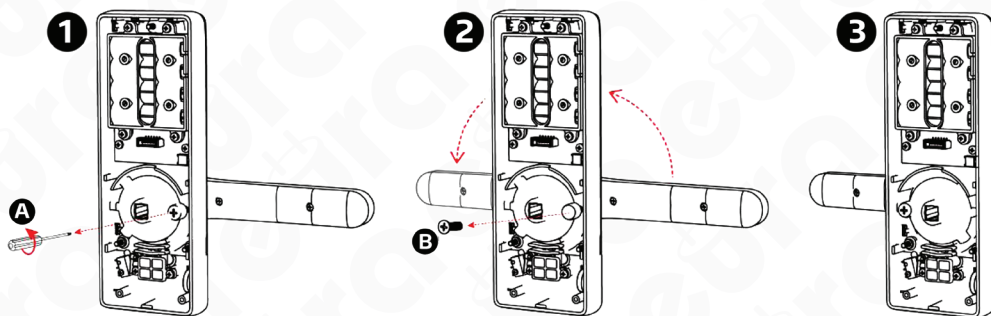

Rys. 6.
- odkręcić 4 śruby od podstawy szyldu, przytrzymując osłonę (rys. 6.),
- zdjąć osłonę (rys. 6 pozycja 1-A),
- wykręcić śrubę kontruującą (rys. 6 pozycja 2-B),
- ustawić uchwyt w żądanym kierunku otwierania (rys. 6 pozycja 2-C)
- założyć osłonę i przykręcić śruby mocujące (rys. 6 pozycja 3)